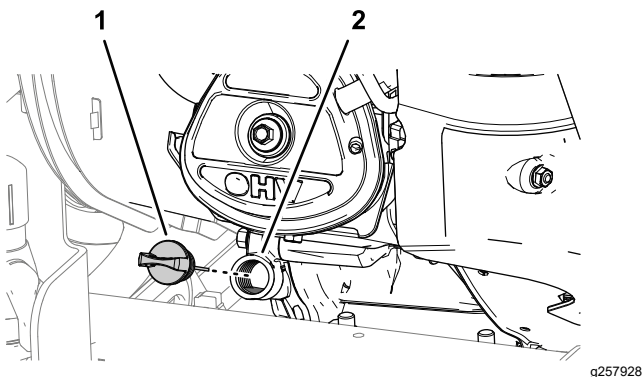

Figure 64
4. Dévissez la jauge sur le moteur et essuyez-la sur un chiffon propre (Figure 64).
8. Serrez la jauge à la main dans le goulot de remplissage (Figure 64).